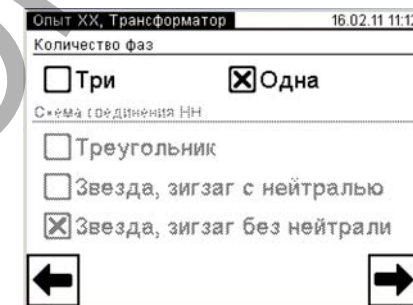

Рисунок 6.41
- 4) Установить количество фаз проверяемого трансформатора, для чего нажать в поле "Одна" в подразделе "Количество фаз" в окне "Опыт XX. Трансформатор" (рисунок 6.41).